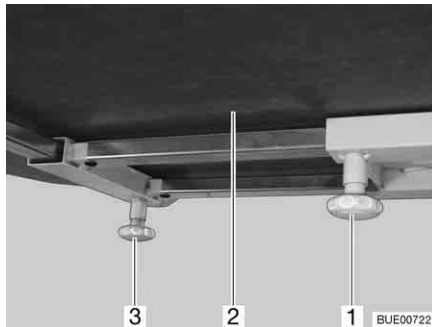

Fig. 98 Desplazar el tablero de la mesa (alternativa)
- Aflojar el tornillo moleteado (Fig. 98,1).
- Desplazar a la posición deseada el tablero de la mesa (Fig. 98,2).
- Aflojar el tornillo moleteado (Fig. 98,3).